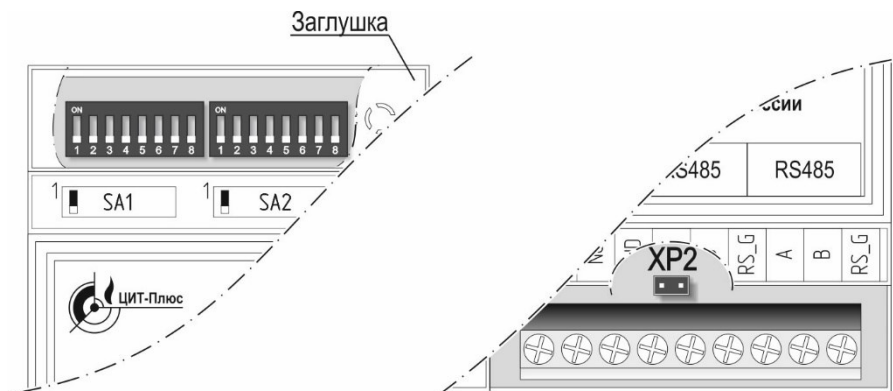

Рисунок 2 – Расположение переключателей.
- Перевести переключатель SA1.1 (см. рисунок 2) в положение "ON".
ж) Если концентратор установлен в конце линии RS485, необходимо установить перемычку терминального резистора. Перемычка считается установленной, если вилку XP2 замыкает джампер типа MJ-O-6 или аналогичный с шагом 2,54 мм (см. рисунок 2). Перемычка доступна при снятой заглушке отсека порта RS485.